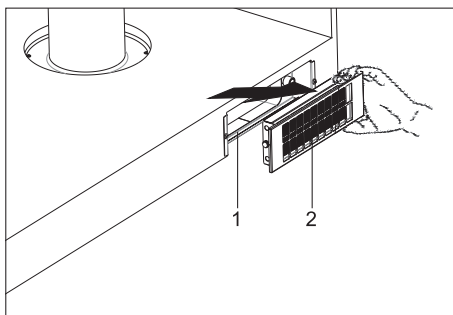

Fig. 3
1. ➔ Dra ut kolfiltret (Fig 3/2) i pilens riktning (hålls fast med magneter) (Fig. 3).